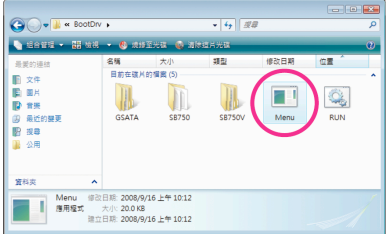
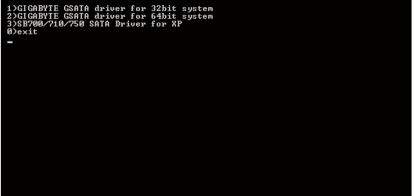

图 2
图 3
- 2：进入光盘中的“BootDrv”文件夹，双击“Menu.exe”文件(图 2)后会出现“命令提示符”画面，内含如图 3 所示的控制器菜单。
- 3：放入空白磁盘。按下 SATA 控制器驱动程序代码后再按<Enter>键。以图 3 的菜单为例，若要安装 Windows 操作系统到 AHCI 或 RAID SATA 硬盘，请选择“3) SB700/710/750 SATA Driver for XP”。